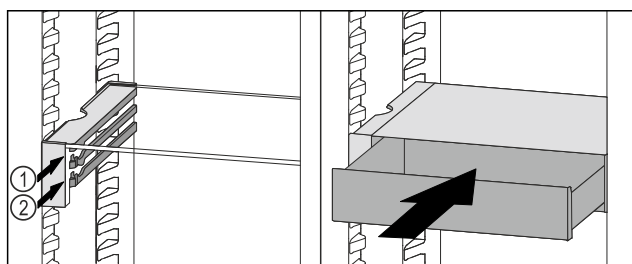

Fig. 86
- ▶ Așezați sertarul VarioSafe în spatele opritoarelor pe nervura dorită Fig. 86 (1) sau Fig. 86 (2).